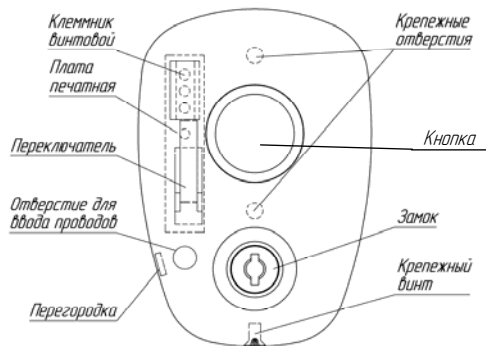

Рисунок 1
- подвести провода шлейфа через специальное отверстие, удалив при этом перегородку в корпусе извещателя (рисунок 1), и подключить их в зависимости от выполняемой ими функции согласно рисунку 3 (нормально-замкнутые контакты) или рисунку 4 (нормально-разомкнутые контакты).